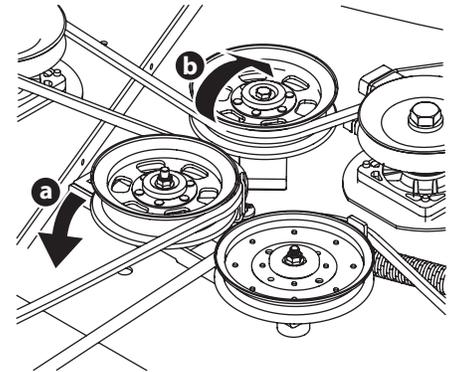

Figura 4-14
- b. Desde la parte media del tractor, haga girar el soporte de polea loca y la polea loca móvil hacia atrás, separándolos de la parte posterior de la correa en "V" (a) a una distancia suficiente que permita levantar la correa, por encima de la polea loca (b). Vea la Figura 4-14.